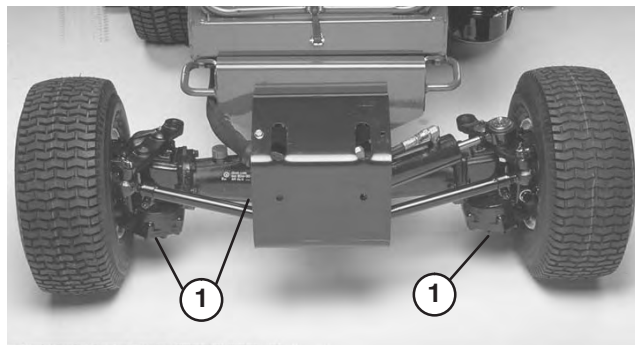

Figure 74
2. Nettoyez la surface autour des bouchons de vidange (Fig. 74).